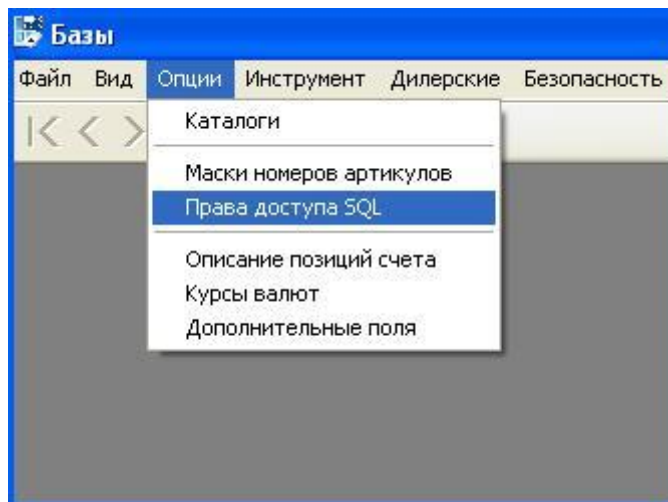

Рисунок 11. Выбор параметров полномочий
- **Права доступа** - дают возможность ограничить или заблокировать для выбранных пользователей некоторые (избранные) функции программы. Мы можем создать группы пользователей и к каждой группе приписать требуемые полномочия. Чтобы начать конфигурацию **Права доступа SQL**, следует войти в программу BAZY. Закрываем там первое окно программы (нажимая **Ctrl+F4**), затем из меню **Параметры** (рис.11) выбираем **Права доступа SQL**.